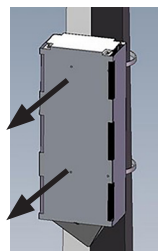

FIGURE 3.
- Enlever le carter SUNSHIELD (Figure 3).
- Remove the SUNSHIELD housing (Figure 3).
- Das SUN SHIELD Gehäuse entfernen (Figure 3).